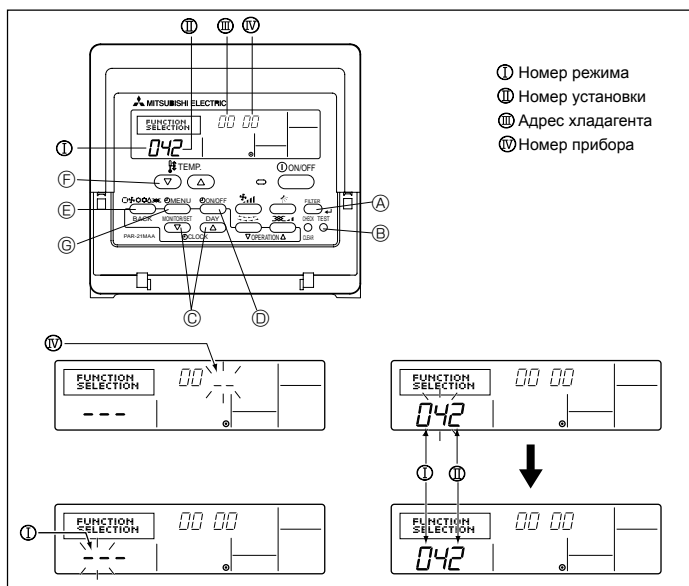

Fig. 6-8
- 1) Для проводного пульта дистанционного управления (Fig. 6-8)
- Перейдите в режим установки функций. Выключите пульт дистанционного управления. Одновременно нажмите кнопки (A) FILTER (ФИЛЬТР) и (B) TEST RUN (ПРОБНЫЙ ПРОГОН) и держите их нажатыми не менее 2 секунд. Начнет мигать индикация
- С помощью кнопки (C) установите адрес хладагента (III) на 00.
- Нажмите (D), и на дисплее номера прибора (IV) замигает индикация [--].
- С помощью кнопки (C) настройте номер прибора (IV) на 00.
- Нажмите кнопку (E) MODE (РЕЖИМ) для того, чтобы присвоить значение адреса хладагента/номера прибора. В течение нескольких секунд на дисплее номера режима (I) замигает индикация [--].
- Нажатием кнопок (F) установите номер режима (I) на 04.
- Нажмите кнопку (G), и на дисплее замигает текущая настройка номера установки (II). С помощью кнопки (C) переключите номер установки в соответствии с напряжением в используемой сети электропитания. Напряжение в сети электропитания